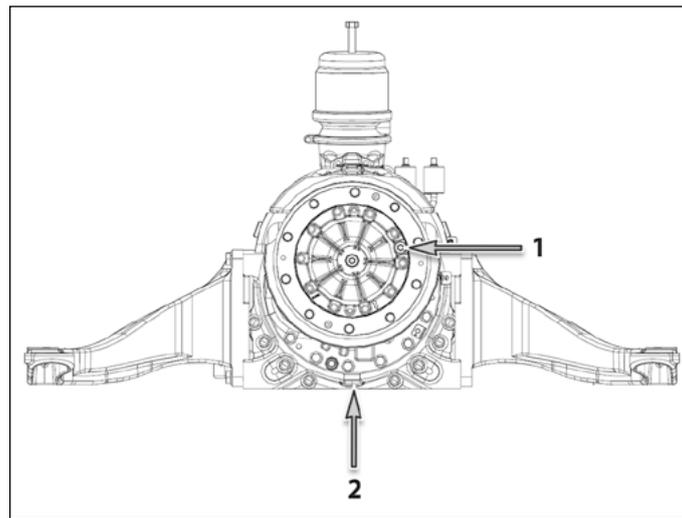

Figura 5-1-14
- Antes da remoção, gire o bujão de drenagem de óleo do planetário [1] para a posição mais baixa conforme mostrado na Figura 5-1-14.